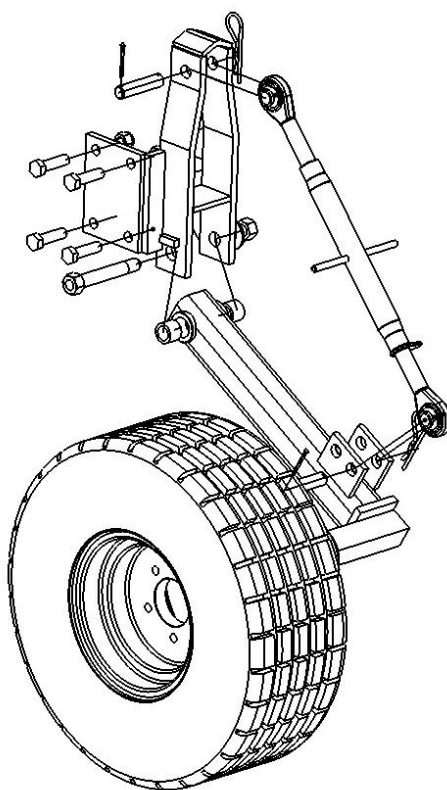

Fig.1
6222. Монтаж опорных колес (регулировка при помощи верхней тяги сцепки) (рис.1)
6.3 СЦЕПКА С АГРЕГАТОМ (рис. 1)